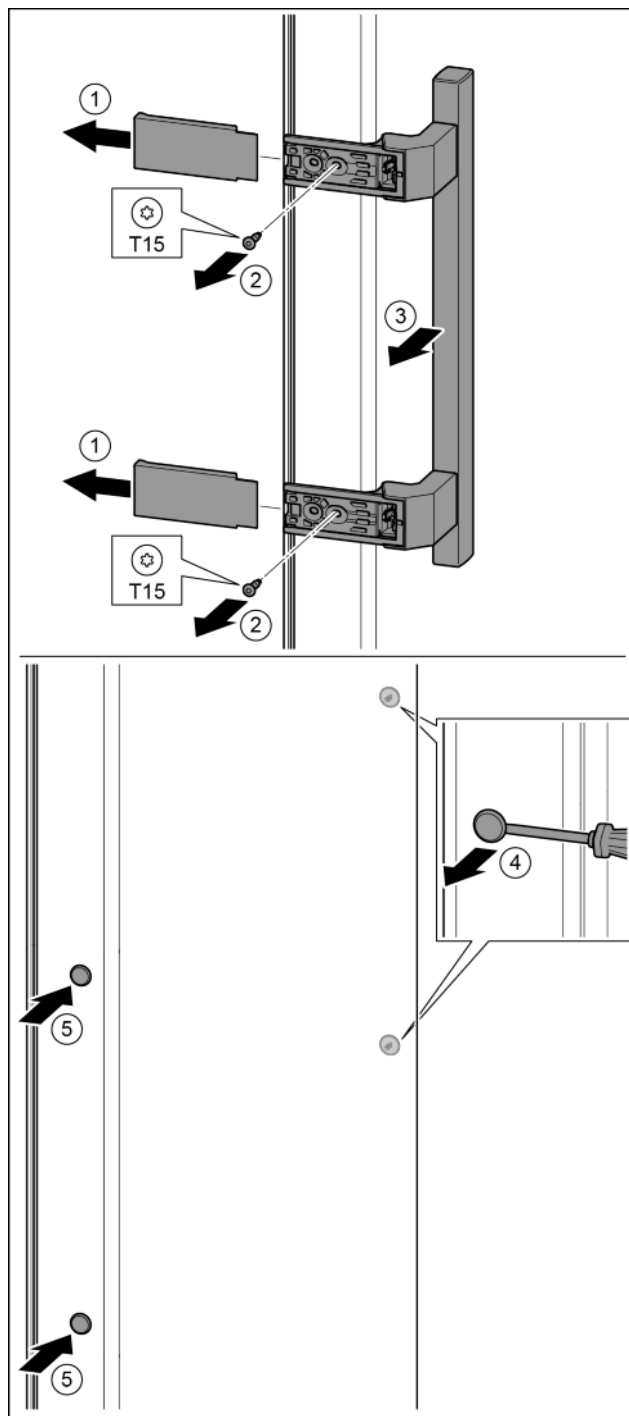

Fig. 15
- Afdekking eraf trekken. Fig. 15 (1)
- Fig. 15 (2)
- Greep eraf halen. Fig. 15 (3)
- Zijdelingse stop voorzichtig met een sleufschroevendraaier optillen en eruit trekken. Fig. 15 (4)
- Stop op de andere kant weer aanbrengen. Fig. 15 (5)